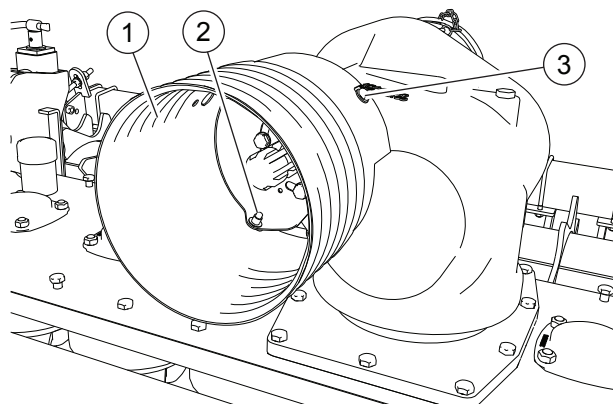

FIG. 12
- Die Schutzvorrichtung einstellen (1, "Fig. 12"). Die Schrauben festsetzen (2). Den Schraubbolzen eindrehen (3).